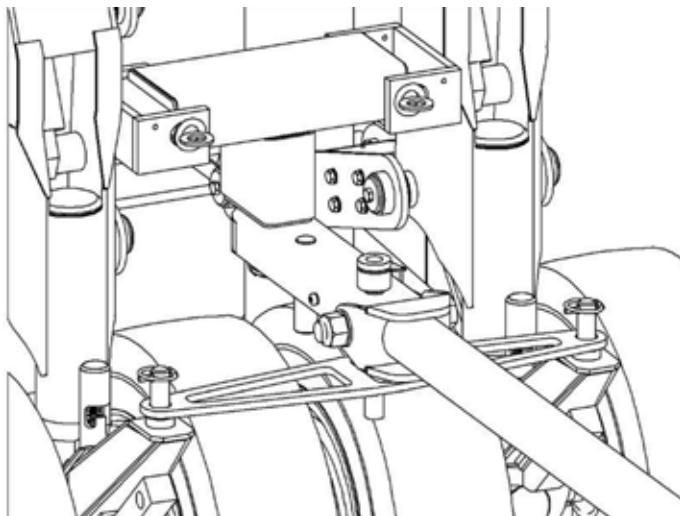

Figure 17 – Équipement de transport assemblé
1. Installez la *poutre de traction pour le transport* en suivant les indications de la figure 17.
2. Installez le *bras de direction pour le transport* en suivant les indications de la figure 17.
3. Montez la *barre de traction* en suivant les indications de la figure 17.